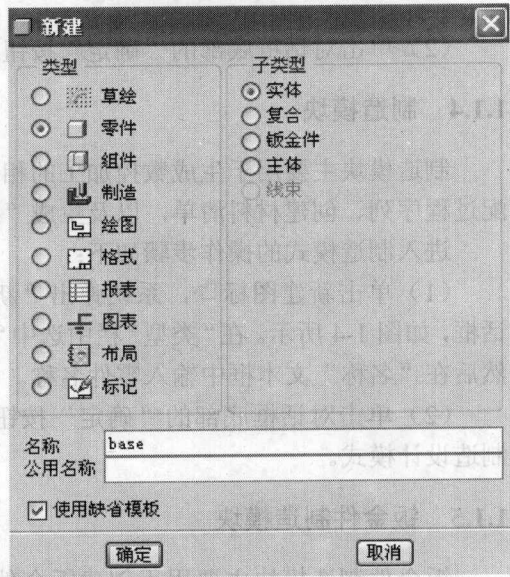

图 1-1 新建对话框
(1) 在“零件建模”中，可以通过基于实体特征的建模从草绘创建零件，还可通过直接、直观的图形操作建立和修改零件。
(2) 进入零件模式的操作步骤如下：在桌面快捷方式中启动 Pro\ENGINEER，单击新建图标，系统弹出“新建”对话框，如图 1-1 所示。在“类型”栏中选中  零件，然后在“名称”文本框中输入零件名称“base”，单击“确定”按钮进入软件的主画面。
(3) 由于在国家标准中使用毫米（mm）、牛顿（N）、秒（s）等作为设计单位，所以应该使用“mmns_part_solid”模板作为零件设计的模板。